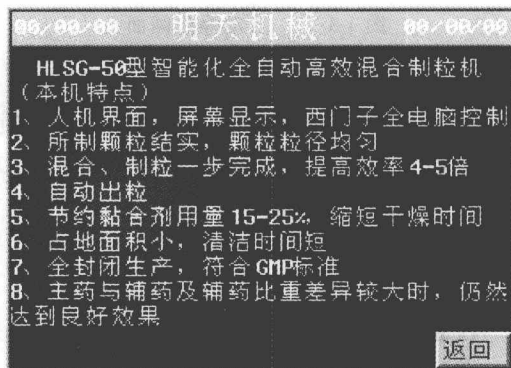

图 1-1-15 系统介绍画面
(6) 触摸首页画面中的“系统介绍”键，进入系统介绍画面（图 1-1-15） 触摸“返回”键，返回首页画面。
① 时间修正、参数设置及检修密码设置与解除。